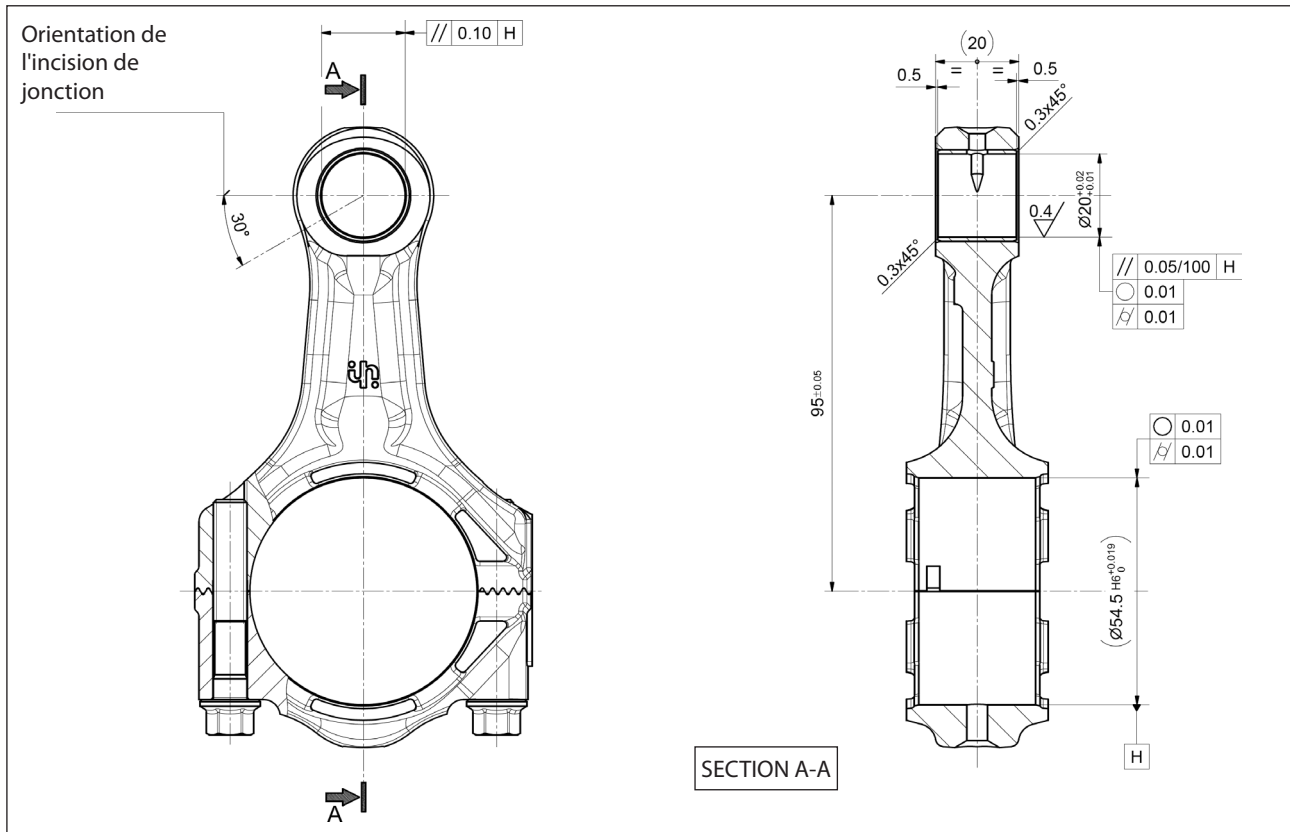

Fig. 48
- Après quoi, procéder aux opérations mécaniques en respectant impérativement les dimensions et les tolérances indiquées Fig. 48.
Après quoi, procéder aux opérations mécaniques en respectant impérativement les dimensions et les tolérances indiquées Fig. 48.